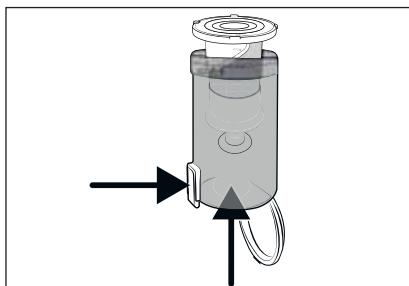

Fig. 20
- 3) Tag filteret af rustfrit stål 6 ud af støvbeholderen 7 ved at trykke på oplåsningsknappen til støvbeholderdækslet 8. Skub så filteret af rustfrit stål 6 ud af støvbeholderen 7 nedefra (se fig. 20).